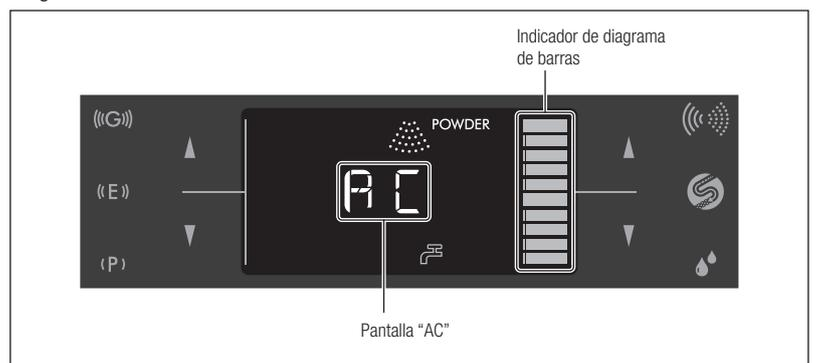

Fig. 38
- 6) La operación de autolimpieza tarda aproximadamente 45 segundos. Durante la autolimpieza aparece "AC" en el panel LCD, y el tiempo restante aproximado se muestra en el indicador del diagrama de barras (Fig. 38).